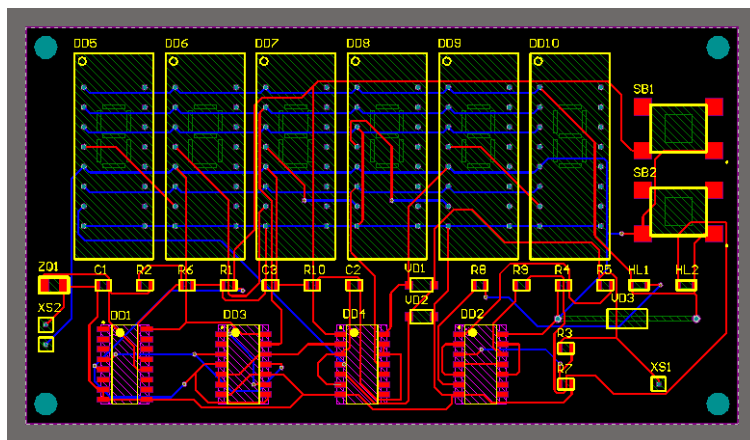
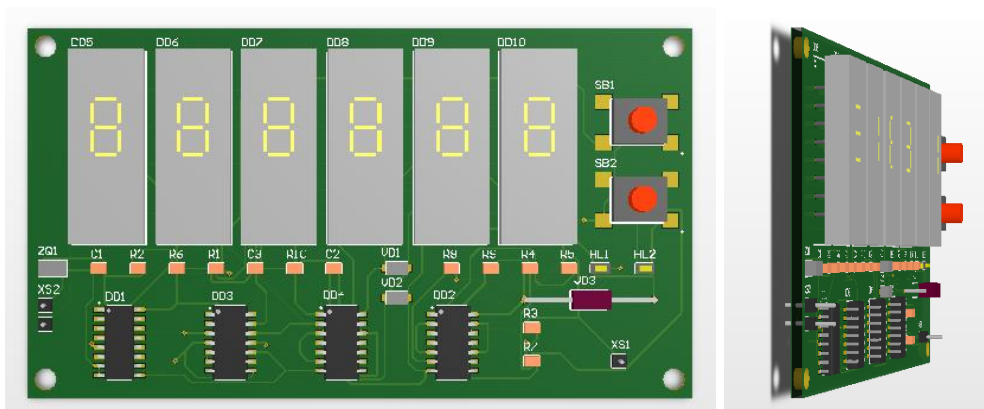

Рис.10. Друкована плата у 2D режимі
Рис.11. Друкована плата у 3D режимі
4.6. Після створення друкованої плати, можна переглянути її у 3D режимі (при умові, що кожний компонент має підключену 3D модель). Для цього натискаємо **кнопку 3 (Рис.11)** й **кнопку 2 (Рис.10)** для звичайного режиму.